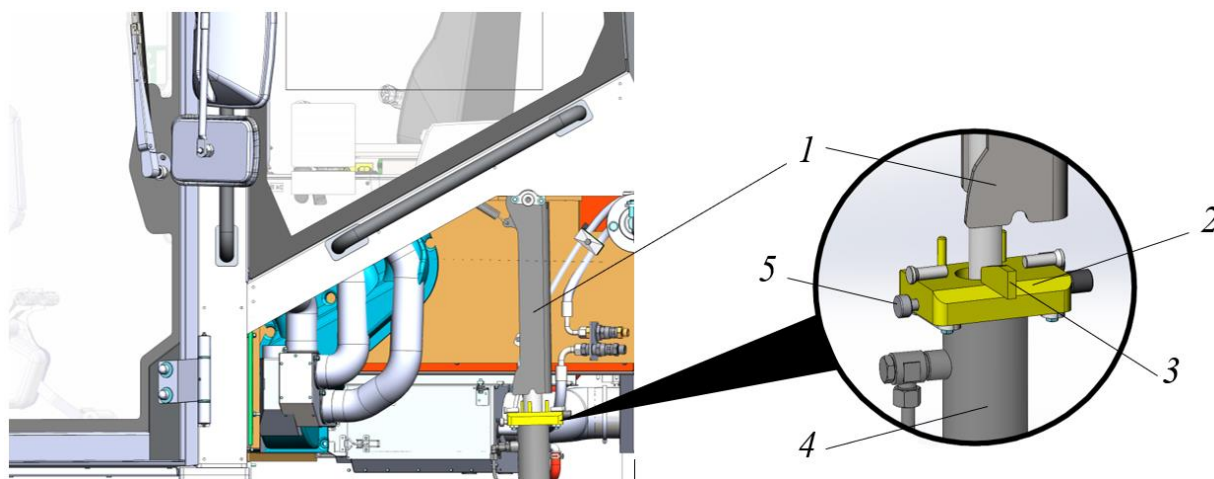

Рисунок 5.10. Процедура подъема кабины оператора
- ▷ Блокиратор поз. 1 должен быть немного выше опоры блокиратора 2, см. рис. 5.10 и иметь возможность перемещаться.